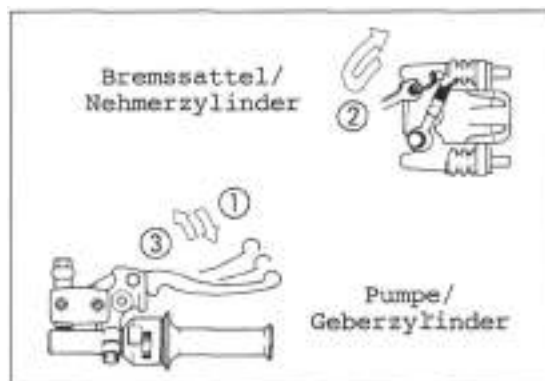

Bild 47
- Am Ende des Pumpenwegs Pedal bzw. Hebel angezogen bzw. gedrückt halten und Entlüftungsventil wieder schliessen (anziehen). Hebel bzw. Pedal langsam wieder herauskommen lassen (Bild 47).